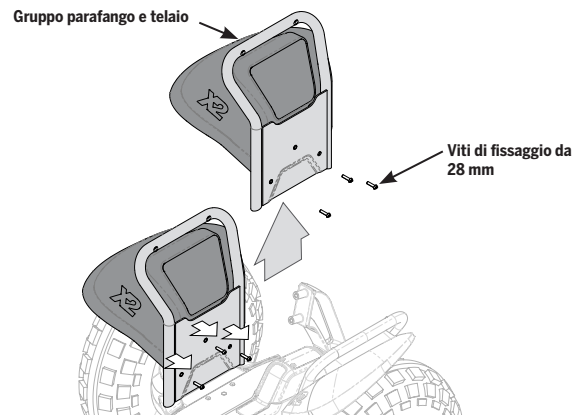

Figura 72: rimozione/installazione del gruppo parafango e telaio per x2 SE
2. Rimuovere le tre viti di fissaggio da 28 mm utilizzando una chiave a brugola da 4 mm (vedere la **Figura 72**).